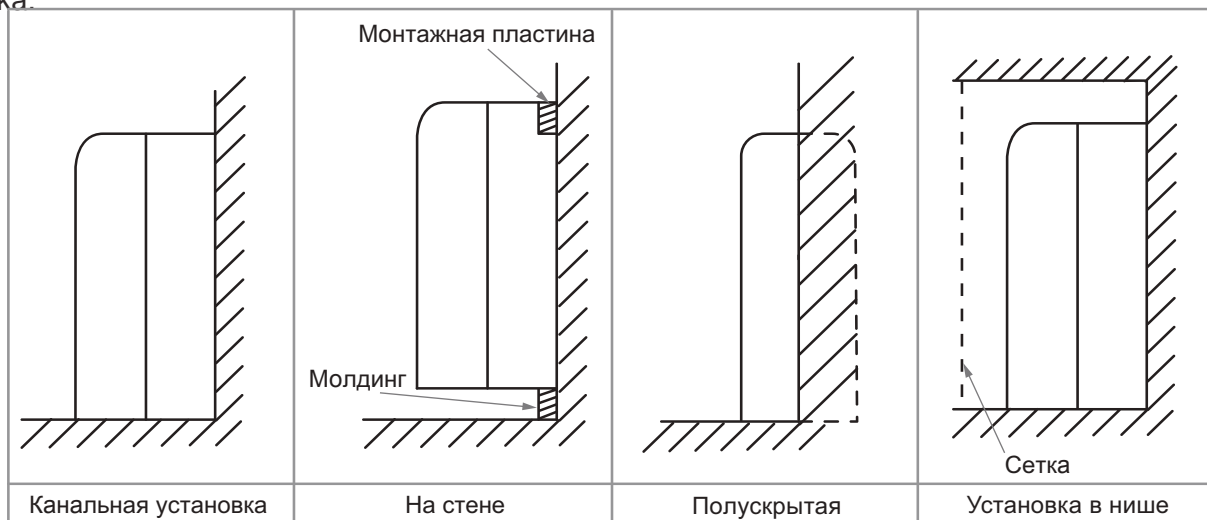

Рис. 11.21.
11.7.2. На рис. 11.21. приведены возможные варианты установки консольного внутреннего блока.